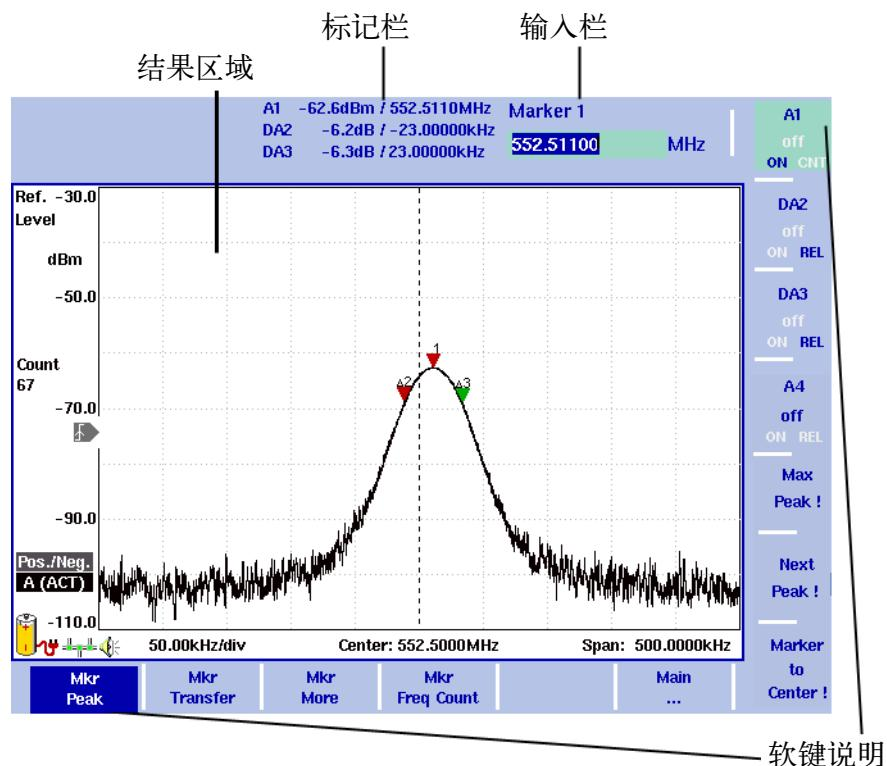

图 4 显示窗口的构成
6.5 英寸的显示窗口主要包括以下几个部分（如图 4 所示）：